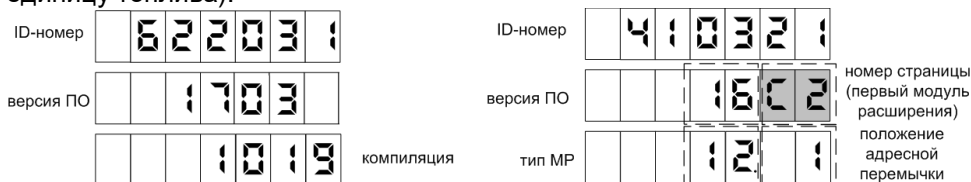

Рисунок 11
8.1 Для приведения устройства в рабочее состояние достаточно подать на него электропитание. После включения на табло отображается информация о версии ПО устройства (рисунок 11). Спустя 10 секунд показания на табло последовательно меняются на информацию о модулях расширения (при наличии). Переключение между страницами экранов осуществляется снятием любого раздаточного крана. После этого отображается информация о последнем наливе (стоимость, объем, цена за единицу топлива).